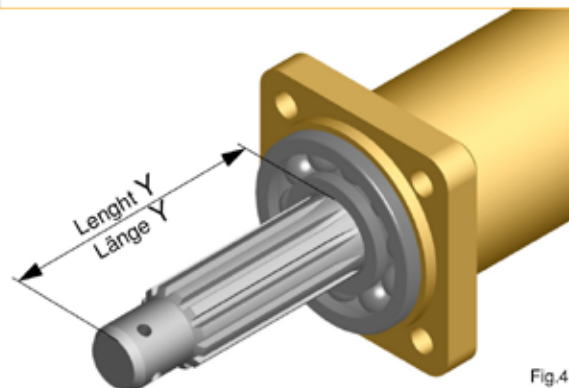

Fig.4
2. Check the length of the splined end of the axle shaft, shown in Fig. 4 as Length **Y**. There are two possible lengths.
2. Überprüfen Sie die Länge **Y** der Antriebswelle (Fig.4).